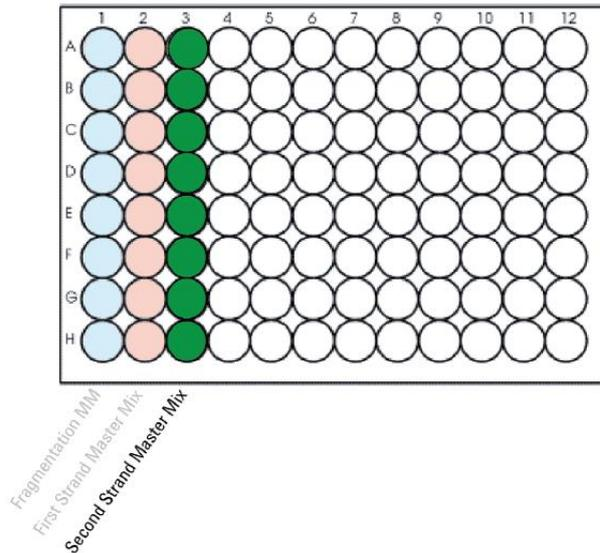

図 6 SecondStrandcDNA_XT_HS2_RNA 用 Agilent Deep Well マスターミックスソースプレートの配置
- 表 32 に示す容量の Second Strand Master Mix を Agilent Deep Well プレートのカラム 3 の全ての Well に分注します。分注時に Second Strand Master Mix はできる限り氷上に保ちます。このマスターミックスソースプレートの最終的な配置は図 6 に示します。